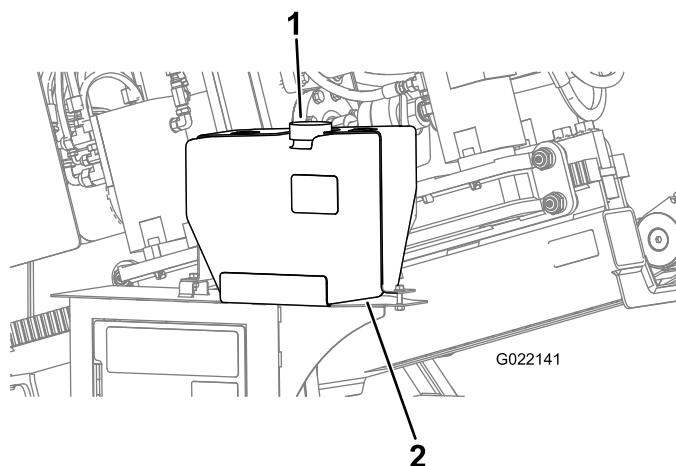

Рисунок 153
Д. Снимите крышку бака антифриза насоса бурового раствора (Рисунок 153).
Е. Убедитесь в том, что бак заполнен антифризом (Рисунок 153).
С. Заправьте антифриз в бак по мере необходимости (Рисунок 153).
5. Установите крышку бака антифриза (Рисунок 153).